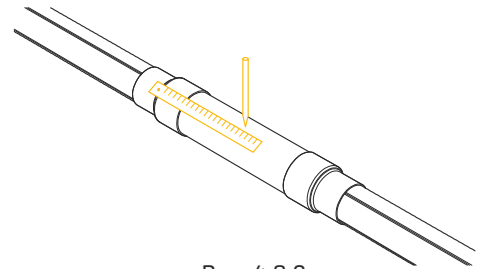

Рис. 4.8.9
9. С помощью линейки (рулетки) определить среднюю точку на верхней поверхности муфты, нанести метку (рис. 4.8.9).